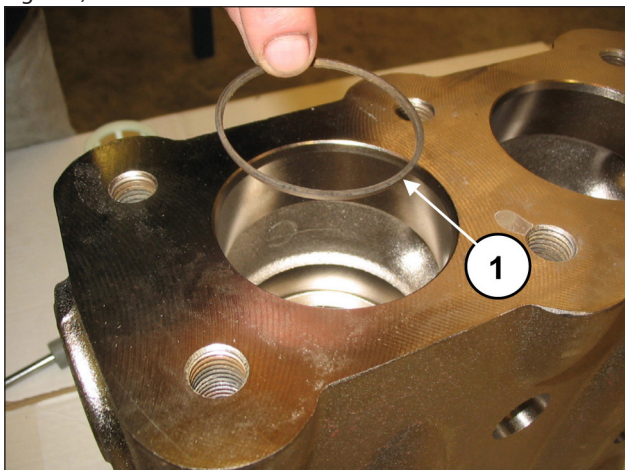

Fig. 117
Inserire l'anello antiestrusione, pos. esploso n. 5 (pos. ①, Fig. 117).